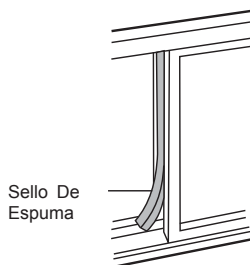

Fig.17
5. Corte el sello de espuma a una longitud adecuada y selle el espacio abierto entre la faja superior de a ventana y la faja externa de la ventana. Enseñado en Fig. 17.